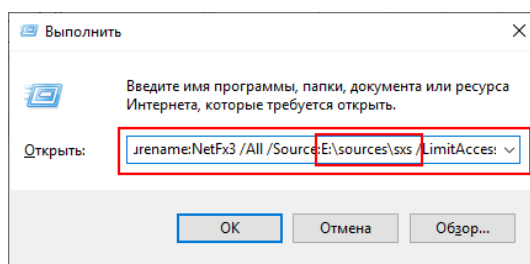

Рисунок 2.2.1
- в появившемся окне (см. Рисунок 2.2.1) ввести текст команды: